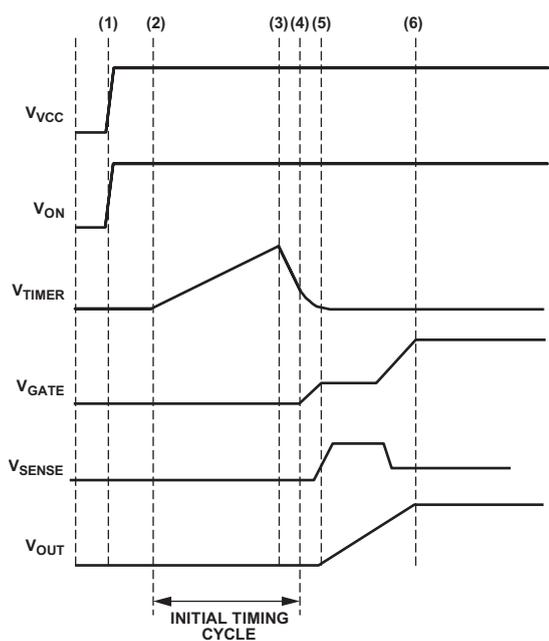

図32. スタートアップ（電源投入時にONアサート）
VCCを最初にバックプレーン電源に接続したとき、ADM1177の内部電源 (図32のタイム・ポイント (1)) の充電が必要になります。内部電源の充電はごくわずかな時間 (1msよりかなり短い時間) で完了し、VCCでアンダー電圧ロックアウト電圧を超えるため、デバイスはリセット状態から抜け出します。この最初の短いリセット時間内にGATEピンは $25\text{mA}$ のプルダウン電流でプルダウンされ、TIMERピンは $100\mu\text{A}$ の電流シンクでプルダウンされます。
初期タイミング・サイクルが終了すると、デバイスはホットスワップ動作を開始できます (ONピンがアサートされている場合)。図32の例では、ONピンは $V_{\text{CC}}$ が加えられると同時にアサートされるため、ホットスワップ動作はタイム・ポイント (4) の直後に開始されます。